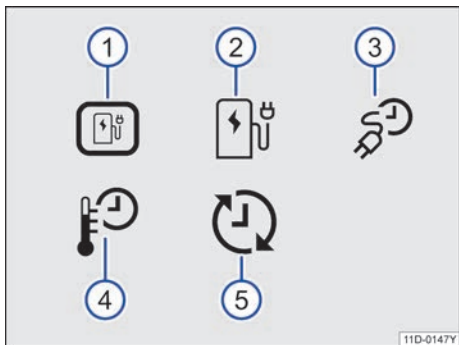

图 125 充电设置中的图标
- 点击信息娱乐系统中的功能按键 → 图 125① 充电或📍充电地点 → 第 22 页。
→ 图 125② 用于下一个充电过程的充电菜单 → 第 136 页。
- 图 125③ 在某个出发时间完成充电已激活。
- 图 125④ 在某个出发时间完成空调已激活。
- 图 125⑤ 定期使用出发时间。